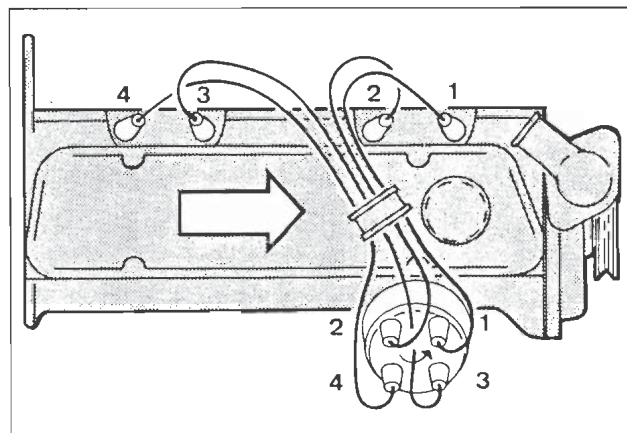

Fig. 87 - Tændledninger (tændingsrækkefølge).
2. Træk tændledningerne af tændrørene, Fig. 87, og afmonter ventildækslet.